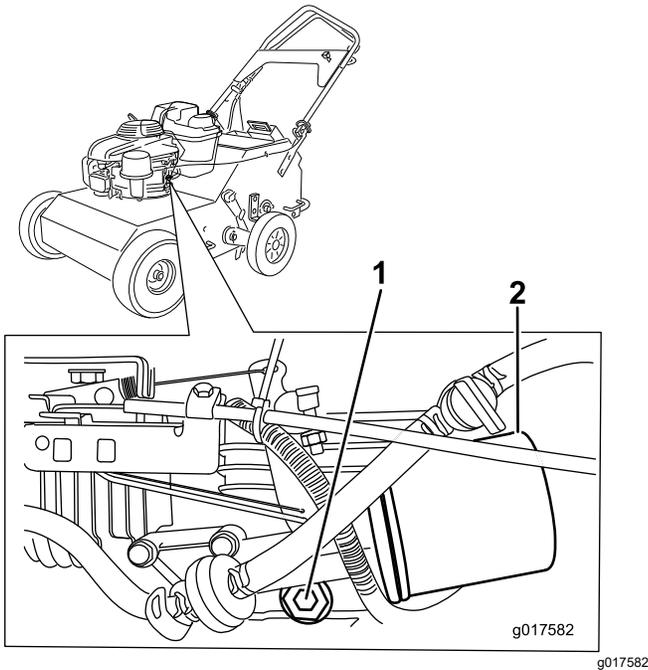

Bild 21
- Entfernen Sie die Ablassschraube (Bild 21) und kippen Sie die Maschine so, dass das Öl in die Auffangwanne läuft.
- Legen Sie einen Lappen unter den Ölfiter (Bild 21), um das Öl aufzufangen, das ggf. beim Entfernen des Filters ausläuft.